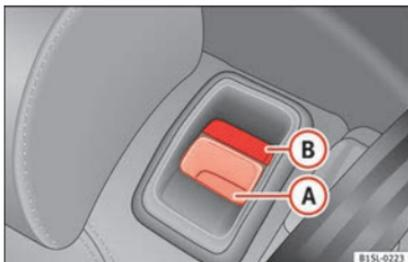

Abb. 69 Rücksitz: Entriegelungstaste (A); rote Markierung (B).
- Entriegelungstaste » Abb. 69 (A) nach vorn ziehen und gleichzeitig die Rücksitzlehne vorklappen.
- Die Rücksitzlehne ist entriegelt, wenn eine rote Markierung an der Taste (B) zu sehen ist.